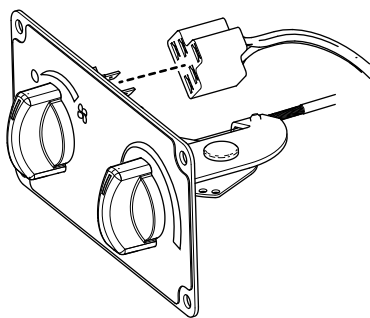

Figura 9
10. Enchufe el conector de 5 terminales en el arnés de cables del kit, en la parte trasera del interruptor de flujo de aire (Figura 9).